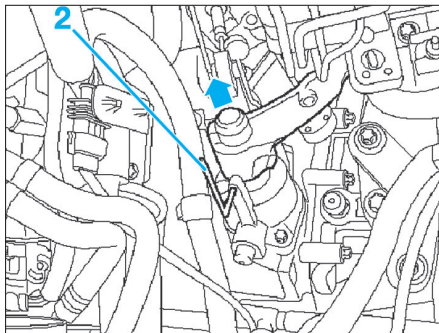

Fig. 20
- Soulever le mécanisme des vitesses vers le haut (flèche) (Fig.20).